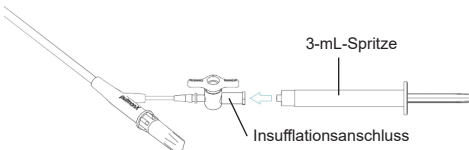

Abbildung 2: Ballon-Insufflationsanschluss verbinden
5. Die 3-mL-Spritze am Ballon-Insufflationsanschluss des Einweg-Sperrhahns am Griff des Chartis-Katheters Precision XL anbringen. Siehe Abbildung 2 unten.